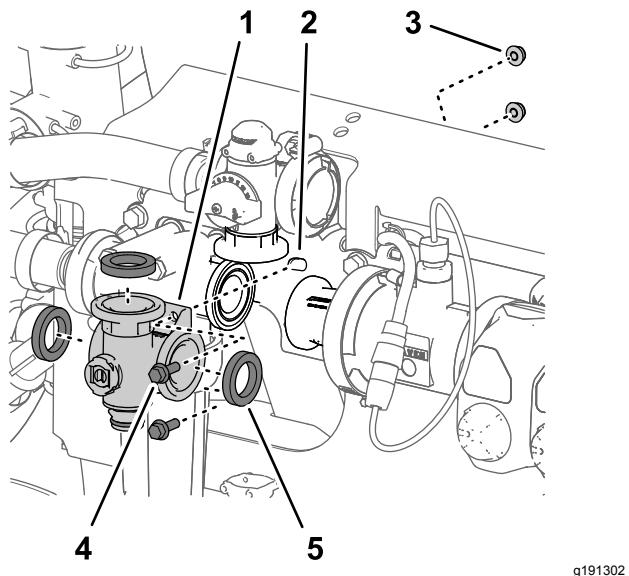
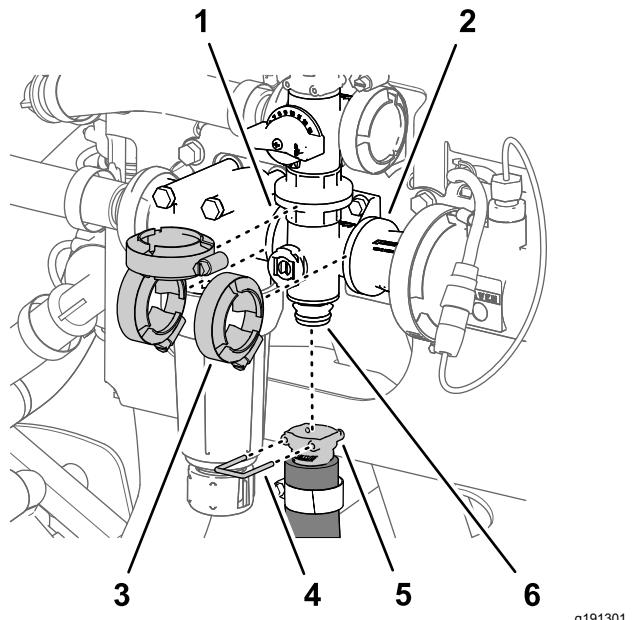

Figura 120
Figura 121
- Alinee la brida del distribuidor de la válvula de agitación y las 3 juntas con las bridas de la válvula de desvío de agitación, la cabeza del filtro de presión, y el adaptador de acoplamiento (Figura 120 y Figura 121).
- Sujete provisionalmente el colector de la válvula de agitación a la válvula de desvío de agitación, la cabeza del filtro de presión, y el adaptador de acoplamiento (Figura 121) con las 3 bridas de fijación que retiró en Retirada del distribuidor de agitación \(página 84\).
- Apriete las 3 bridas de fijación a mano (Figura 121).
- Monte el acoplamiento rápido de la manguera de agitación en el acoplamiento rápido del distribuidor de la válvula de agitación con la grapa (Figura 121).